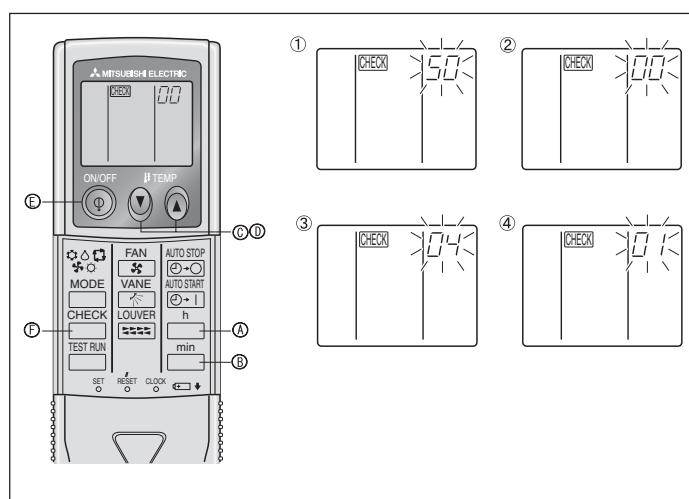

Fig. 6-10
- MODE düğmesine **Ⓐ** basın; mod ve ayar numaraları (1) ve (2) sürekli yanık hale gelirler ve ayarın içeriği teyit edilebilir.
2) Kablosuz uzaktan kumanda için (Fig. 6-10)